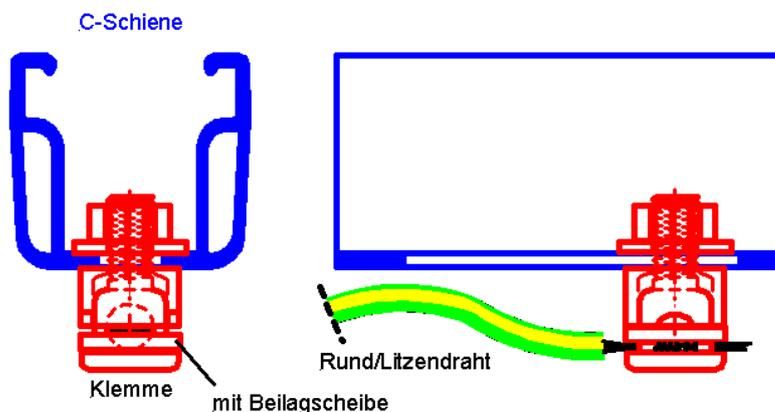

Abbildung 30: Anbindung des Montagesystems an die Erdung mittels novotegra-Erdungsverbinder
- Erdungsrunddraht mit 8-10 mm Durchmesser (bzw. in der Schweiz 6-10mm Durchmesser). Der Anschluss an die C-Schiene erfordert ein Anzugsmoment von 20 Nm (Abbildung 30). ODER
- Erdungsleitung mit mindestens 16 mm² (blitzstromtragfähig, Kupfer, nicht feindrähtig) angeschlossen, (Abbildung 30 unten). Anzugsmoment 10 Nm
Kann dieser Trennungsabstand "s" zu den Blitzfang- und Ableiteinrichtungen (Maschen) nicht eingehalten werden, so muss der PV-Generator auf kürzestem Weg mittels Erdungsverbindern an den äußeren Blitzschutz angeschlossen werden. Dabei reicht es aus, jeweils eine der beiden Schienen jeder einzelnen Modulreihe anzuschließen. Dies geschieht mit einem Erdungsrunddraht von 8-10 mm Durchmesser (für die Schweiz gelten 6-10 mm Durchmesser) sowie mit den passenden Abzweigklemmen vom Blitzschutzsystem aus (ebenfalls bauseits erforderlich). Anbringung des Erdungsverbinders an der C-Schiene wie in Abbildung 30 oben beschrieben mit einem Anzugsmoment von 20 Nm.